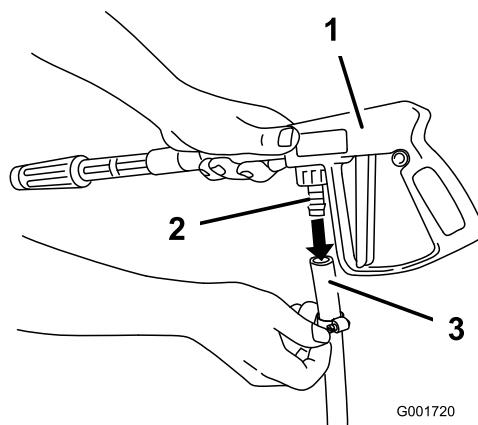

Figura 11
1. Conecte el extremo libre de la manguera larga al acoplamiento de la pistola de pulverización (Figura 11).